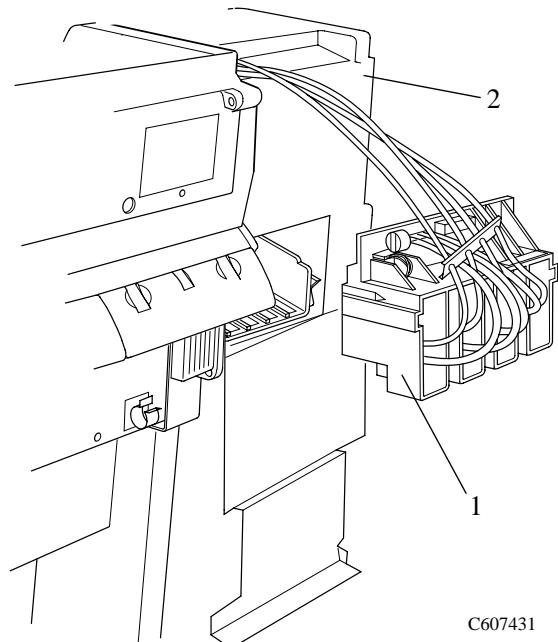

図 62：インクカートリッジチューブコネクタ（取り出した状態）
- 13** 左側カバー（部品2）の背面からインクカートリッジチューブコネクタ（部品1）を外し、アッセンブリを左側カバーの上に乗せます（図62参照）。